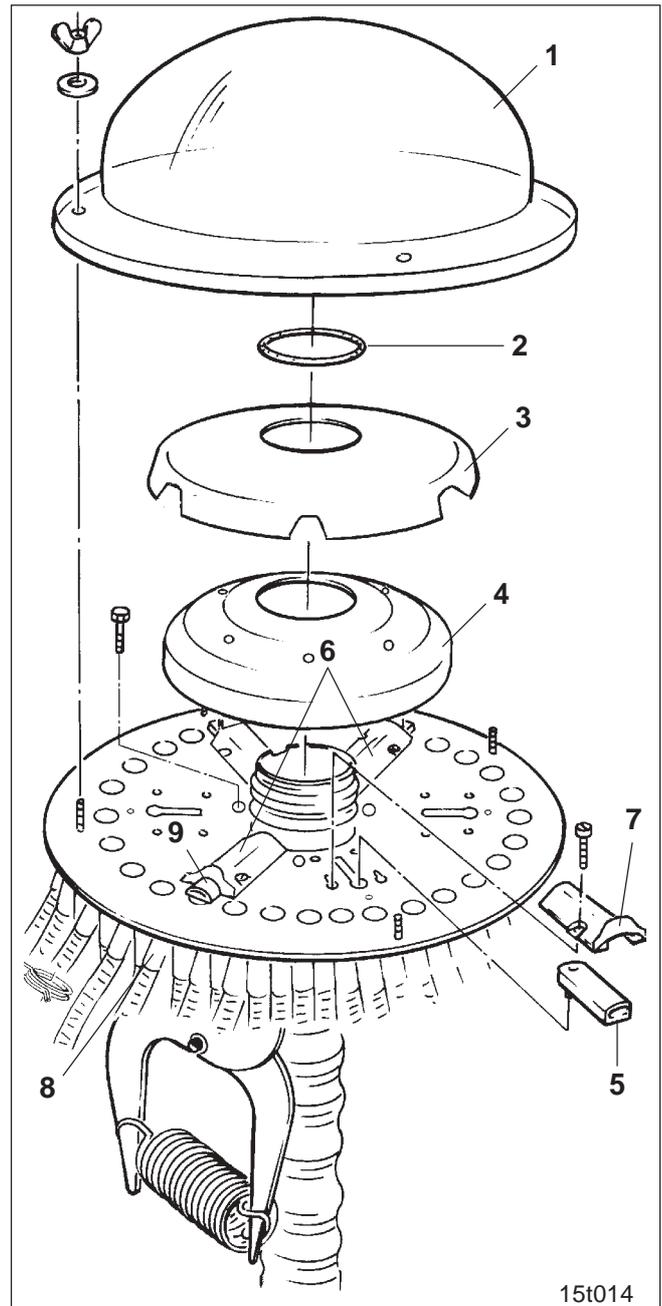

Fig. 26.13
Fahrgassen sind Spuren, in denen kein Saatgut ausgebracht wird. **Der Abstand der Spuren** entspricht der Spurweite des Pflegeschleppers. Bei Lieferung der Säschiene ist die Fahrgassenschaltung auf die Spurweite Ihres Pflegeschleppers eingestellt. Sollte es, z.B. durch Neuanschaffung eines Pflegeschleppers, erforderlich werden, die Fahrgassenschaltung auf die Spur des neuen Schleppers einzustellen, sind die Saatleitungsrohre (Fig. 26.13/8) am Verteilerkopf untereinander auszutauschen. Dabei ist zu beachten, daß die Fahrgassenschare an den Ausläufen befestigt werden, die durch die Schieber (Fig. 26.13/9) geschlossen werden können.
- Verteileraußenhaube (Fig. 26.13/1),
O-Ring (Fig. 26.13/2),
Verteilerinnenhaube (Fig. 26.13/3) und
Schaumstoffeinsatz (Fig. 26.13/4) demontieren.
Montiert werden können bis zu 6 Schieber. Jeweils zwei Schieber (Fig. 26.13/6) sollten auf der Grundplatte gegenüber montiert werden. Zur Montage bzw. Demontage eines Schiebers (Fig. 26.13/5) ist der Schiebertunnel (Fig. 26.13/7) zu entfernen.